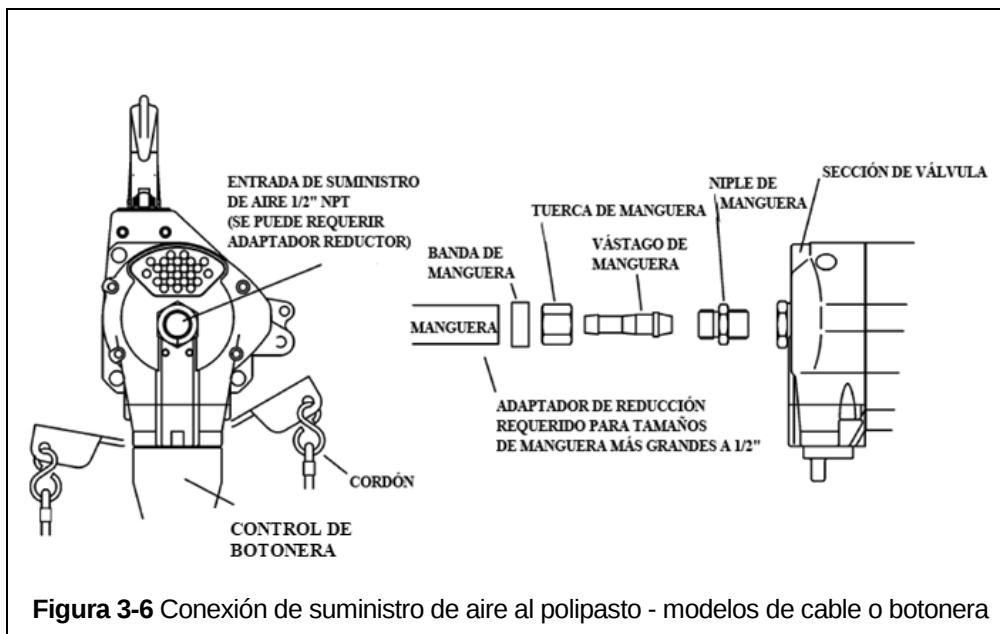

Figura 3-6 Conexión de suministro de aire al polipasto - modelos de cable o botonera
- 3.11.1 Siga las instrucciones a continuación para instalar el contenedor de cadena opcional. Consulte la figura 3-6.